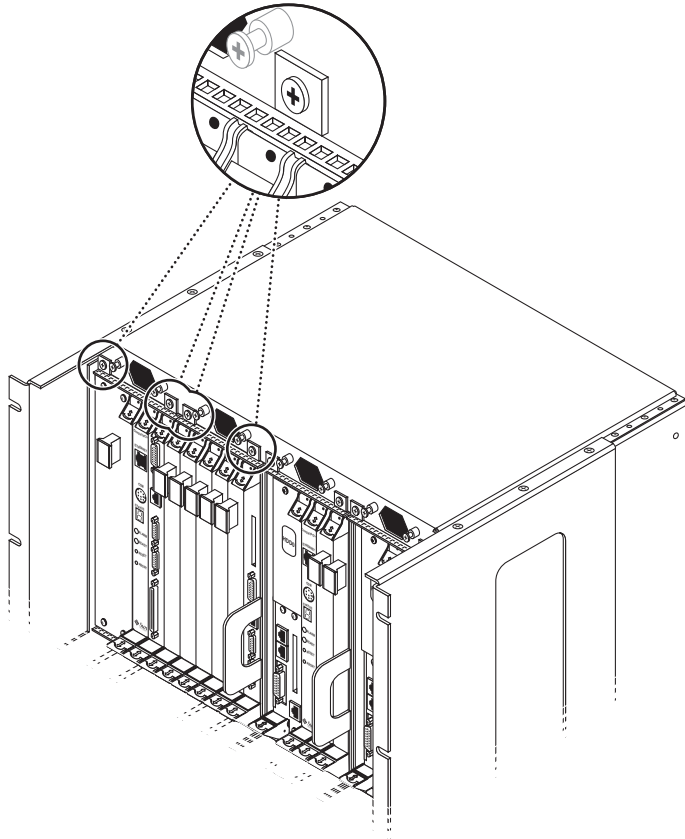

图 2-8 松开 Netra ct 800 服务器顶部的螺钉
- 如果您要拆除 Netra ct 800 服务器，请松开服务器顶部的*四个*黑色固定螺钉（图 2-8）。